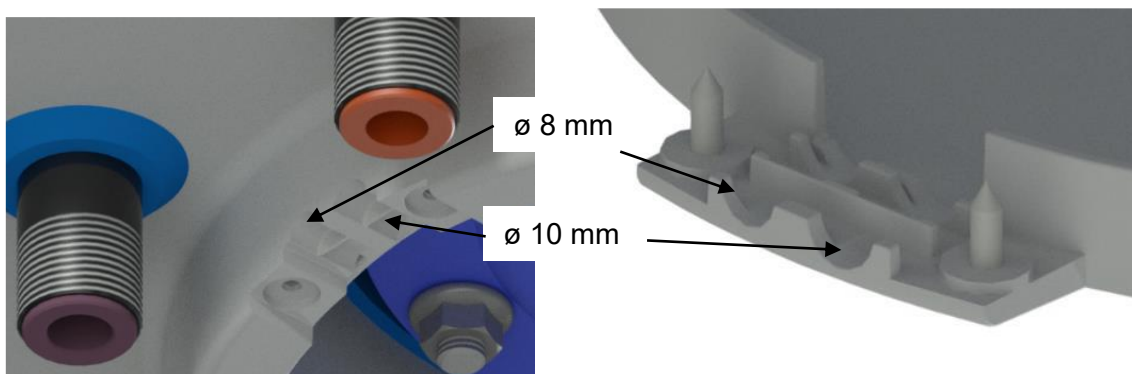

Abbildung 2: Leitungsklemmen am Warmwasserspeicher und Abdeckung
3. Die Trennwand in der Abdeckung der Elektroinstallation entfernen, sodass der Durchmesser dem der Leitung, also $\varnothing 8$ mm oder $\varnothing 10$ mm (siehe Abbildung 2) entspricht.